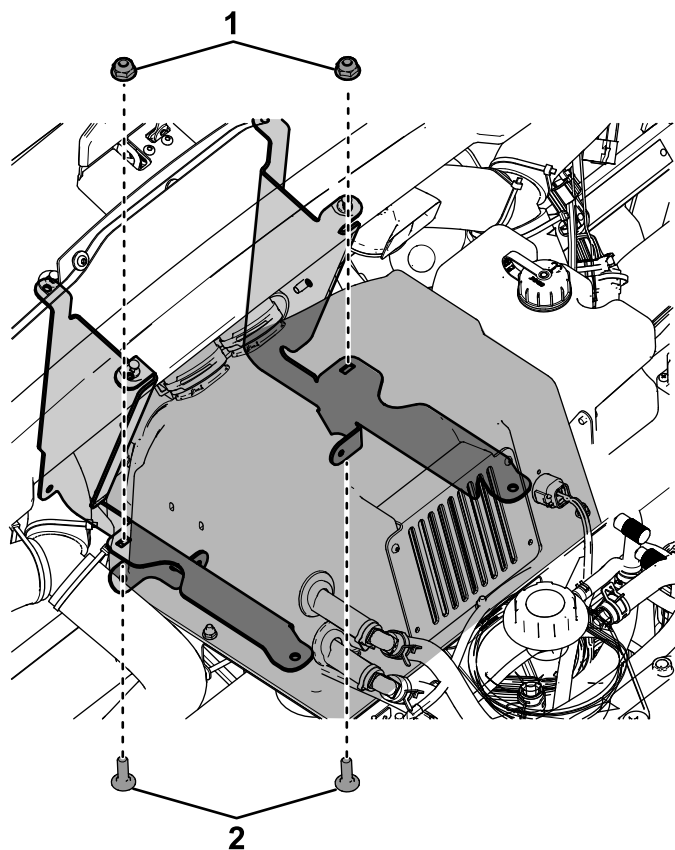

Figure 18
2. Fixez l'arrière du boîtier de chauffage aux supports du tableau de bord sur la machine à l'aide de 2 boulons de carrosserie (1/4" x 3/4") et 2 contre-écrous (1/4") ; voir la Figure 18.